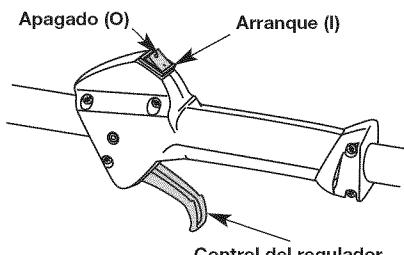

Fig. 10
NOTA: No hay necesidad de arrancar la unidad. El control de Encendido/Apagado está en la posición ENCENDIDO (I) en todo momento (Fig. 10).
- Coloque el control de encendido y apagado en posición de APAGADO (O) (Fig. 10).
- NOTA:** No hay necesidad de arrancar la unidad. El control de Encendido/Apagado está en la posición ENCENDIDO (I) en todo momento (Fig. 10).